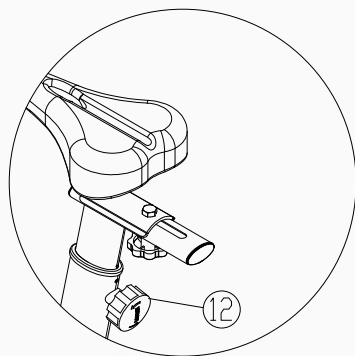

Figura 9
9. Ajuste la altura del asiento mediante la perilla en forma de estrella (pieza 12). Hay varias posiciones de altura disponibles; consulte la Figura 9.